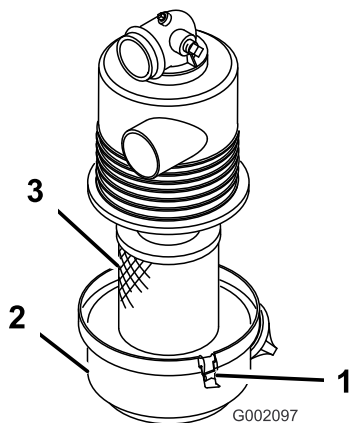

Figure 25
3. Desserrez les attaches qui fixent le couvercle sur le boîtier du filtre à air et déposez le couvercle (Figure 25).
4. Sortez avec précaution l'élément filtrant (Figure 25) du boîtier du filtre à air.